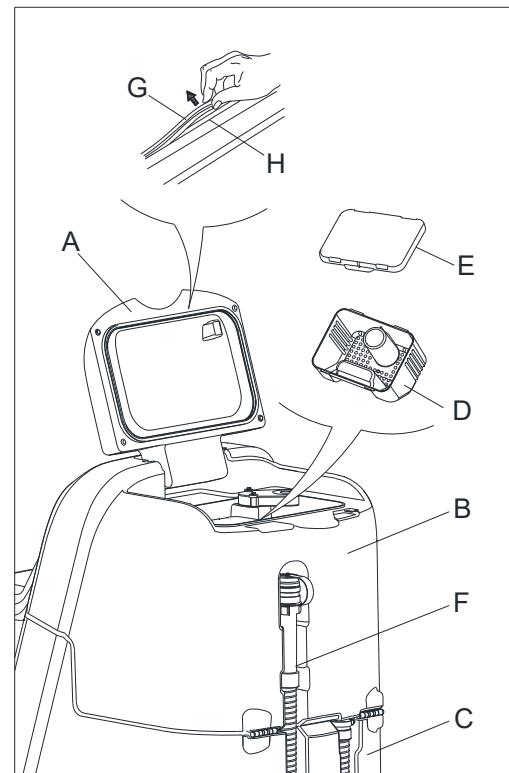

Abbildung 25
2. Stellen Sie sicher, das die Maschine ausgeschaltet ist und der Zündschlüssel (40) abgezogen wurde.
3. Drehen Sie den Deckel des Sammelbehälters (A, Abbildung 25) in eine 90-Grad-Position, in der er vom Tank abgenommen werden kann, und nehmen Sie dann den Schmutzsammelbehälter (D, E, Abbildung 25) aus dem Tank.
4. Reinigen Sie den Deckel des Sammelbehälters (A), den Sammelbehälter (B), den Wassertank (C) und den Schmutzsammelbehälter (D, E, Abbildung 25). Leeren Sie den Sammelbehälter mit dem Ablassschlauch (G, Abbildung 25).
6. Überprüfen Sie die Kontaktfläche der Dichtleiste (G) auf Integrität und ausreichende Abdichtung. Nehmen Sie die Dichtleiste ggf. aus der Tankrille (H) und tauschen Sie sie aus. Bringen Sie die neue Dichtleiste wie in Abbildung 25 gezeigt an. Das Gelenk muss sich wieder im mittleren Bereich befinden.
7. Schließen Sie den Schmutzwassertankdeckel (A, Abbildung 25).